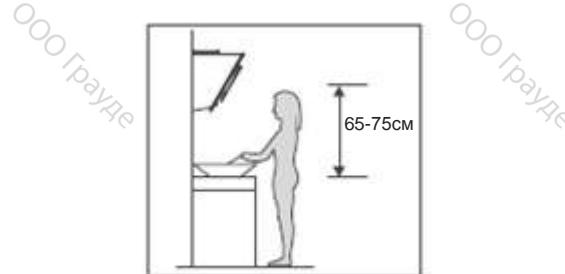

Рис. 2.
3. После определения нужной высоты расположения вытяжки, отмерьте местоположение отверстий для крепления прибора и кронштейна внутреннего короба. Просверлите 4 отверстия Ø 8: 2 для крепления кронштейна внутреннего короба и 2 отверстия для крепления корпуса. Следите, чтобы прибор был выровнен в горизонтальной плоскости. Место крепления кронштейна внутреннего короба — самая высокая точка вытяжки. Для того чтобы подвесить вытяжку, винты должны выступать из стены на 2-3 мм. См. рис. 2.